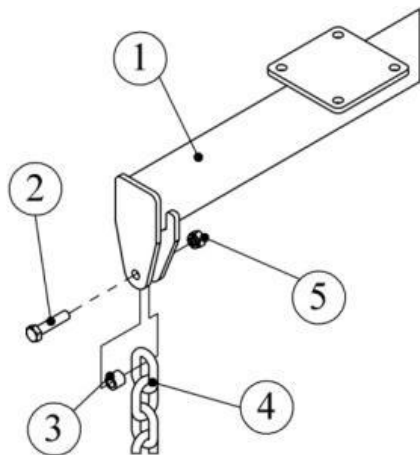

Рис. 4.7.16
4.7.8. Прикрепите звено среднее (поз. 4, рис. 4.7.16) к перекладине (1) болтом М12х55 с гайкой и шайбой пружинной (5). Между пластинами необходимо установить втулку (3).